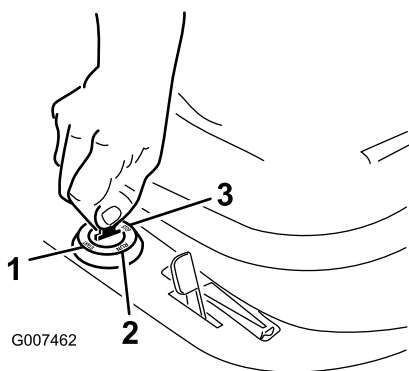

Figura 12
6. Gire la llave de contacto en el sentido de las agujas del reloj y manténgala en posición Arranque (Figura 12). Cuando el motor arranque, suelte la llave.
2. Gire la llave de contacto a la posición Parada (Figura 12).